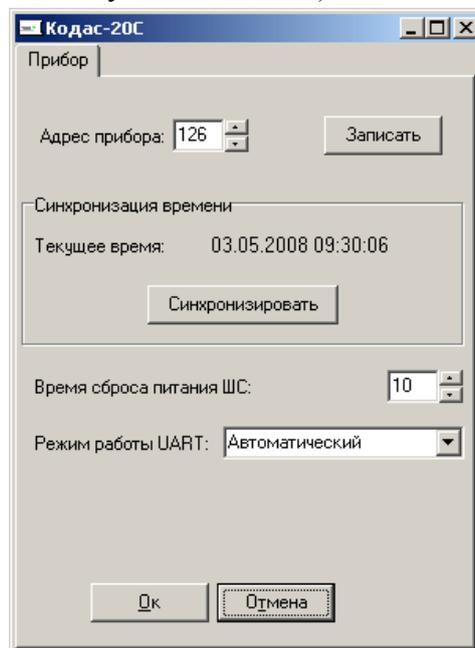

Рис. 21
5.4.1 Настройка параметров по п.1 выполняется в диалоговом окне «Прибор Кодас-20С» (рис. 21),